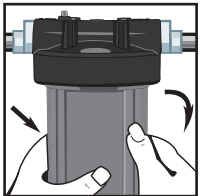

FIGURE 5B
3. Retirer les réservoirs de filtres de l'unité en les tournant dans le sens inverse des aiguilles d'une montre, jusqu'à ce qu'ils se détachent de la tête (avec précautions, car les réservoirs seront remplis d'eau, donc lourds). (Voir Figure 5B.)
3. Remove the filter sumps from the unit by turning counter-clockwise until the sump falls free from the head (be careful as the sumps will be full of water and they will be heavy) (Figure 5B).